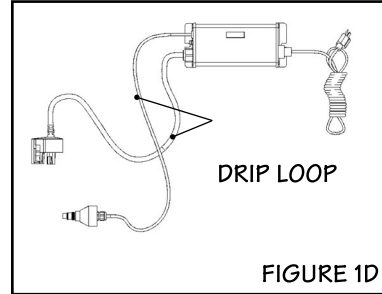

FIGURE 1D
- Le contrôleur devrait être installé au-dessus ou à côté de la chambre du réacteur. Afin d'empêcher que de la condensation s'écoule sur le fil et cause un risque latent d'incendie, ne jamais l'installer à la verticale, le raccord AC sur le dessus. Des boucles d'égoûtent sur tous les fils branchés au contrôleur du ballast sont fortement recommandées (Figure 1D).
- The ballast should be mounted either above or beside the reactor chamber. Never mount vertically with AC connector at top of ballast to prevent moisture from running down cordage and causing a potential fire hazard. Drip loops in all cordage connected to ballast controller is highly recommended (see figure 1D).
4. Mount the Cobalt ICE controller horizontally to the wall, near the reactor chamber. Ideally place the controller above the reactor and away from any water connection point, to prevent any water from potentially leaking onto the controller by means of a leak at a connection point or a “sweating” system. Make sure you allow for a “drip-loop” (Figure 1D) on the lamp, sensor and power cord, again, to prevent any water from potentially entering the controller.
4. Fixer le contrôleur Cobalt ICE horizontalement sur le mur, à proximité du réacteur. Idéalement, placer le contrôleur au-dessus du réacteur et à distance de tout arrosé ou mouillée par une éventuelle fuite d'eau ou condensation au niveau d'une connexion. De plus, former une demi-boucle avec le câble d'alimentation électrique le câble du capteur et le câble de la lampe (Figure 1D), ce qui empêchera que l'eau s'écoule le long d'un câble et s'introduise dans un accessoire électrique ou dans le contrôleur.